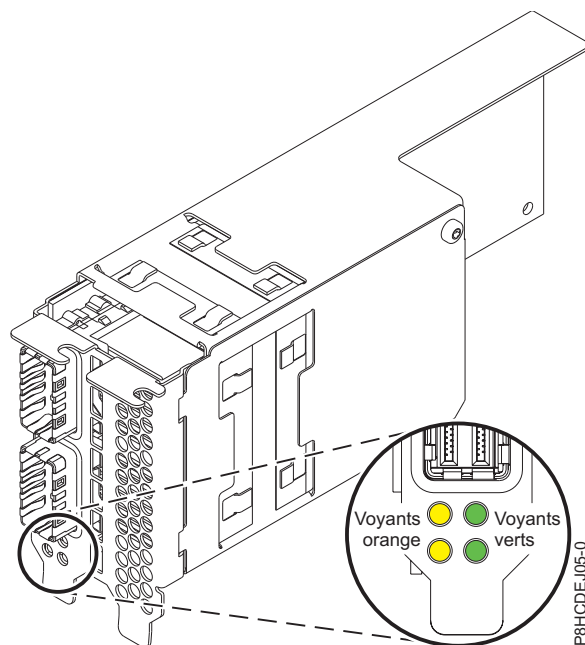

Figure 69. adaptateur de câble PCIe3 FC EJ05
La figure 69, à la page 219 présente l'adaptateur.
**Remarque :** Les voyants représentés à la figure 69 indiquent les états suivants :